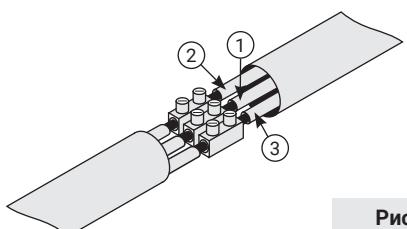

Рис.13
4.2.5. Провод заземления имеет желтый или желто-зеленый цвет и желтый клеммник (рис. 13 «3») фаза (L) - черный цвет и черный клеммник (рис. 13 «1»), ноль (N) - синий цвет и синий клеммник (рис. 13 «2»).